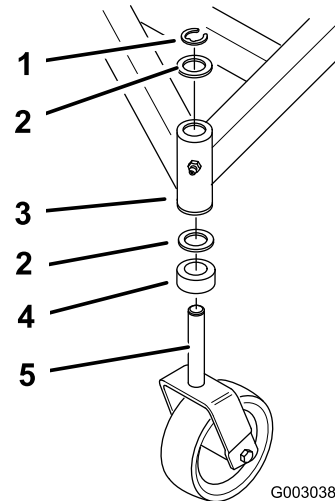

Figura 37
3. Retire el pasador de bloqueo y la(s) arandela(s) de empuje de la parte superior de la horquilla de la rueda giratoria (Figura 37).
9. Inspeccione la horquilla de la rueda giratoria para determinar si está desgastada y cámbiela de ser necesario (Figura 37).
10. Deslice la horquilla a través de los casquillos del tubo de montaje. Cambie los espaciadores de la horquilla y sujételos con el anillo de retención (Figura 37).